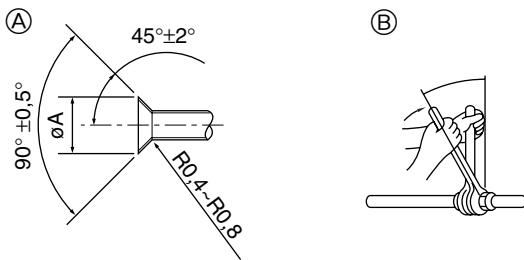

Fig. 5-1
5.2. Σωλήνες σύνδεσης (Fig. 5-1)
- Πριν βιδώσετε το περικόχλιο εκχειλώσης απλώστε στο σωλήνα και στην κοινή επιφάνεια που επικάθεται λεπτό στρώμα από ψυκτικό λάδι. ②
- Χρησιμοποιήστε δύο κλειδιά για να σφίξετε τις συνδέσεις των σωλήνων. ③
- Αλείψτε με ψυκτικό λάδι ολόκληρη την επιφάνεια στα διαπλατυσμένα τμήματα. ④ * Μην επαλείψετε με ψυκτικό λάδι τα τμήματα του περικοχλίου. (Το περικόχλιο εκχειλώσης θα χαλαρώσει.)
- Χρησιμοποιήστε τα περικόχλια εκχειλώσης όπως περιγράφεται παρακάτω. ⑤
Ⓐ (Fig. 5-1)
Ⓑ (Fig. 5-1)